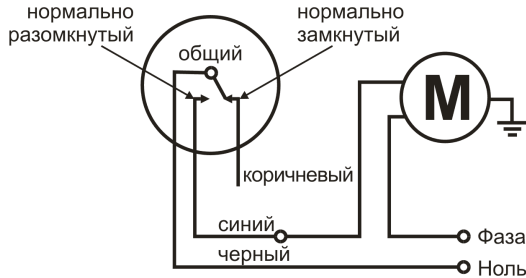

Рис. 2
- 2.1. Подключите синий провод поплавкового выключателя к электронасосу, а черный – к нулю, как показано на рис. 2. *Коричневый провод должен остаться неподключенным.*